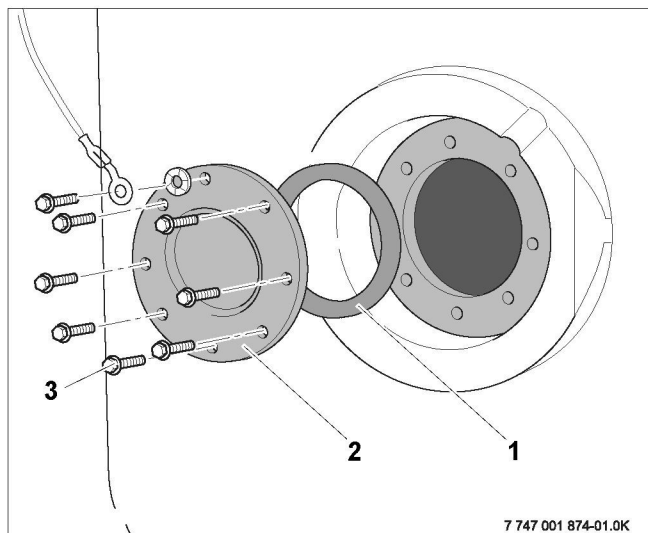

Рис. 11 Демонтаж крышки люка
- Вывернуть болты (рис. 11, поз. 3) из крышки смотрового люка (рис. 11, поз. 2).
- Снять с бака крышку смотрового люка и уплотнение (рис. 11, поз. 1).